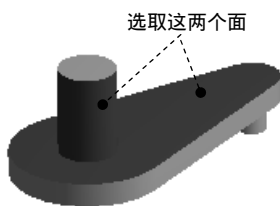

图 7.6.52 定义接触面
(1) 定义接触面。在 **Scope** 区域中单击以激活 **Contact** 后的文本框，选取图 7.6.52 所示的模型表面为接触面，单击 **Apply** 按钮。